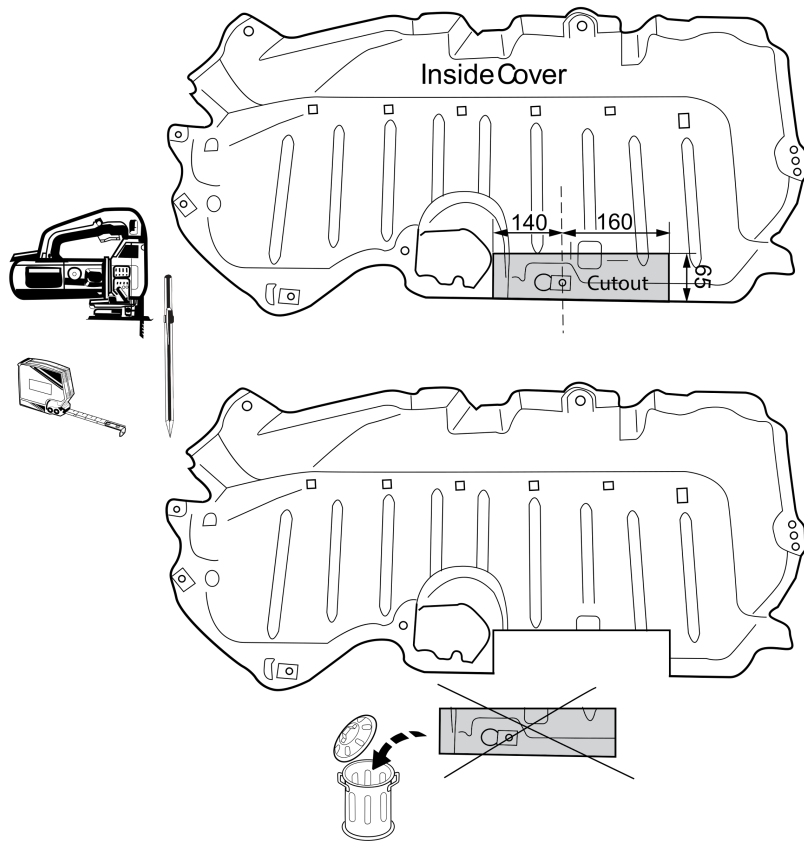

Fig. 3
10. Выпилить часть из пластмассового защитного колпака в середине снизу, как указано на рис. 3.